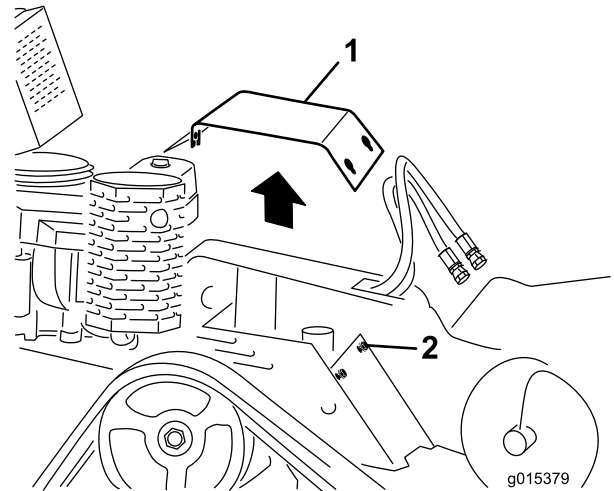

Figura 25
3. Afloje secuencialmente los 3 pernos que sujetan la cubierta al bastidor hasta que la cubierta quede suelta (Figura 25).
2. Coloque la cubierta en su sitio y sujétela con los 3 pernos que retiró anteriormente (Figura 25).